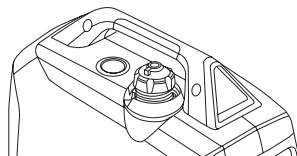

Fig. 1
3. Abra el respiradero del tapón de combustible situándolo en la posición «ON» (fig. 1).